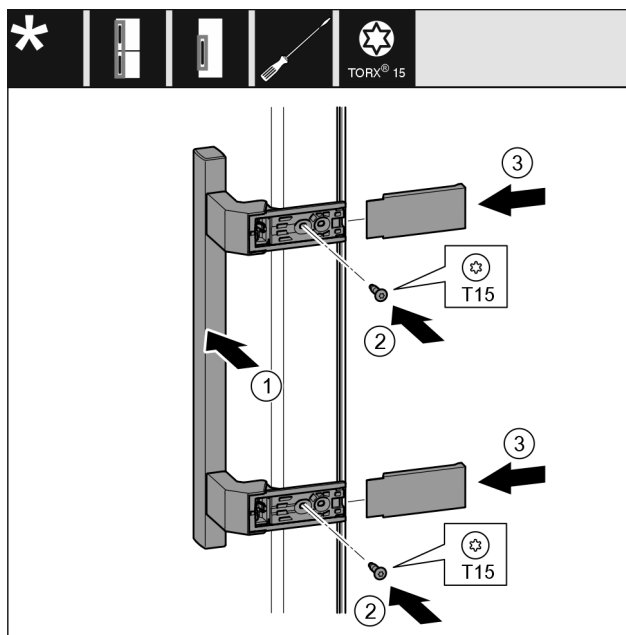

Fig. 25
- ▶ Placer la poignée Fig. 25 (1) du côté opposé.
- ▶ Serrer les vis Fig. 25 (2) avec un tournevis.
- ▶ Placer les caches Fig. 25 (3) sur le côté et les faire glisser.